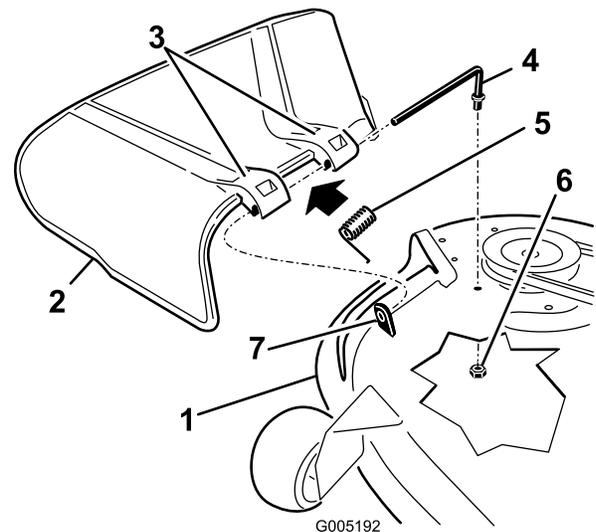

Figura 69
2. Retire la tuerca (9,5 mm) de la varilla (debajo del cortacésped) (Figura 69).
3. Retire la varilla del espaciador corto, del muelle y del deflector de hierba (Figura 69). Retire el deflector de hierba dañado o desgastado.
4. Vuelva a colocar el deflector de hierba (Figura 69).
6. Coloque el muelle sobre la varilla, con los extremos de los alambres hacia abajo, y entre los soportes del deflector de hierba. Deslice la varilla por el segundo soporte del deflector de hierba (Figura 69).
7. Introduzca la varilla, en la parte delantera del deflector de hierba, por el espaciador corto de la carcasa. Fije el extremo trasero de la varilla en el cortacésped con una tuerca (9,5 mm) (Figura 69).
1. Localice los elementos mostrados en la Figura 69.